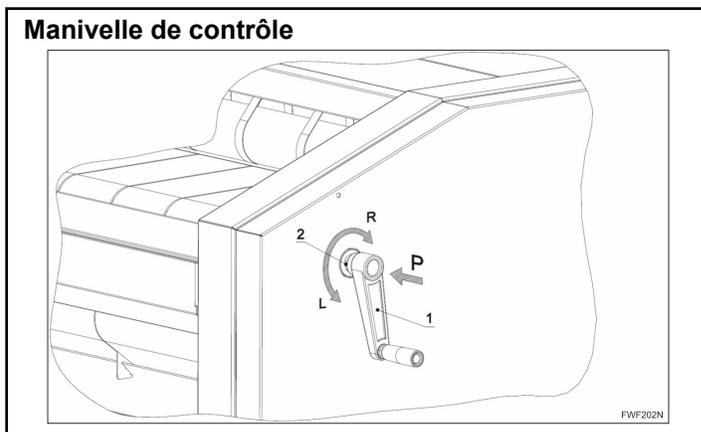

Figure 21
- La manivelle, *Figure 21* est un dispositif mécanique servant à la commande manuelle de l'appareil.
- La manivelle est installée de façon à ce que dans sa position normale, elle ne soit pas en contact avec le système de commande de l'appareil. Le contact avec le système d'entraînement de l'appareil se fait à partir du moment où la manivelle est enclenchée dans le voir la *Figure 21*. Le système est équipé d'un accouplement à dents unidirectionnel.
- Avant d'effectuer le démontage éventuel du cache droit ou bien pour d'autres raisons de service, il est possible d'enlever la manivelle (1) de la machine. La manivelle (1) se démonte en dévissant dans le sens (L) du moyeu (2) en bloquant simultanément le moyeu (2) contre la rotation à l'aide d'une clef à tête ouverte HEX19.
- La manivelle (1) fait partie intégrante de la machine.